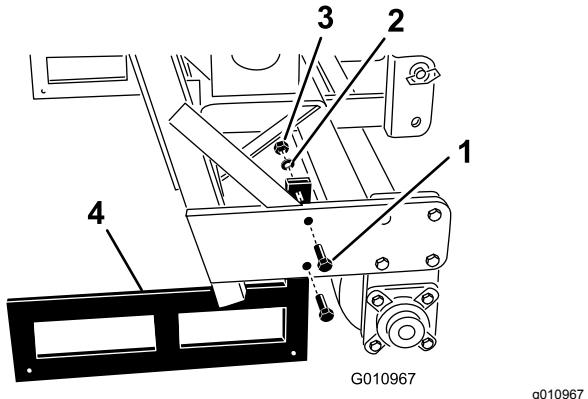

Figura 35
2. Retire os parafusos, as anilhas de bloqueio e as porcas que fixam os suportes de armazenamento a cada extremidade do arejador (Figura 35).